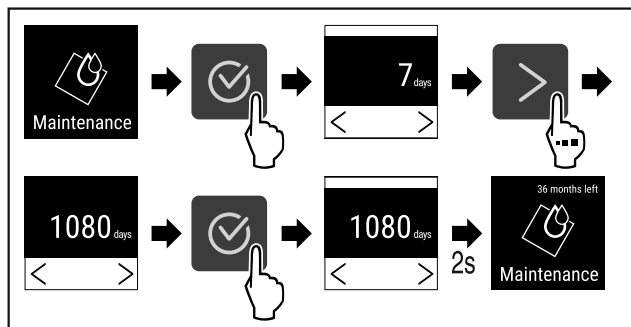

Fig. 78
- ▶ Eseguire i passi (vedere Fig. 78) .